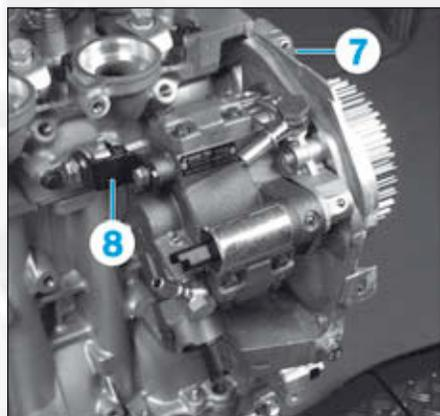

FIG.64
- l'écrou (7) de la pompe haute pression de carburant sur la culasse (Fig.64),
- la patte de fixation arrière (8) de la pompe haute pression sur la culasse.